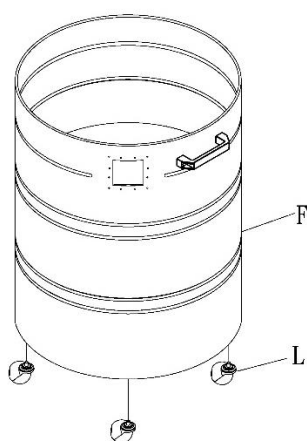

Figure 4
4. Installez quatre roulettes (L) dans les écrous filetés sous le cylindre (F). Voir la Figure 4.